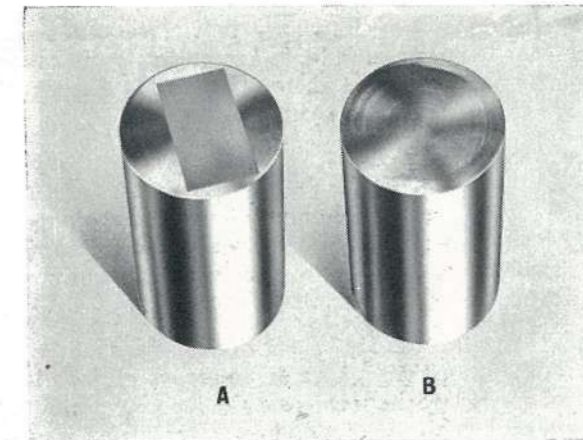

FIG. 9
Examiner les poussoirs un à un. Les empreintes visibles sur les deux poussoirs de la figure 9 indiquent que le poussoir (A) n'a pas tourné dans son alésage alors que le poussoir (B) a convenablement tourné, déterminant ainsi une usure régulière qui ne détruit pas le réglage des culbuteurs.